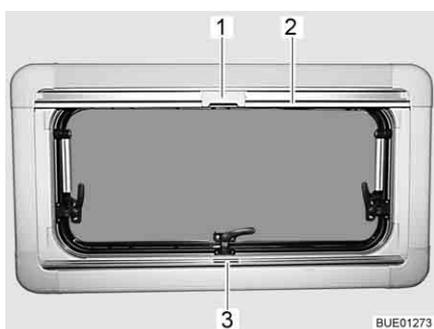

Bild 118 Ausstellfenster
- faltverdunklung in der Mitte der Griffleiste (Bild 118,3) fassen, von unten nach oben ziehen und auf der gewünschten Höhe loslassen. Die faltverdunklung bleibt in dieser Höhe stehen.
- Insektenschutzrollo an der Griffleiste (Bild 118,2) nach unten ziehen, bis es an der Griffleiste der faltverdunklung (Bild 118,3) anstößt.
- Raste (Bild 118,1) am Insektenschutzrollo mit der Griffleiste der faltverdunklung verriegeln.
- Raste (Bild 118,1) am Insektenschutzrollo oben nach hinten drücken.
- Insektenschutzrollo an der Griffleiste (Bild 118,2) langsam zurückführen.